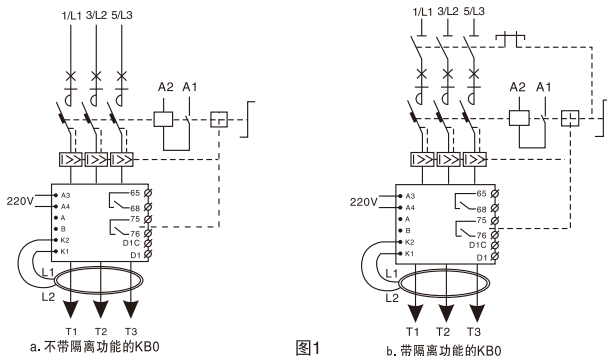

图1
- 选用具有剩余电流故障保护功能的控制器时,将零序互感器输出端连接在KB0-E控制与保护开关的K1、K2端。(见图1)